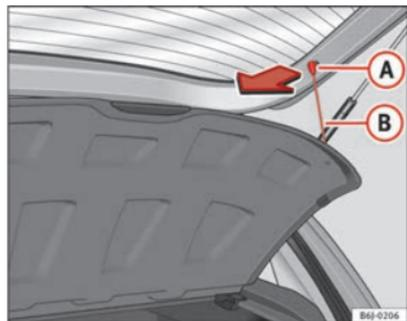

Fig. 95 Bandeja portaobjetos
- Desenganche los tirantes ⇒ fig. 95 (B) de los alojamientos (A).